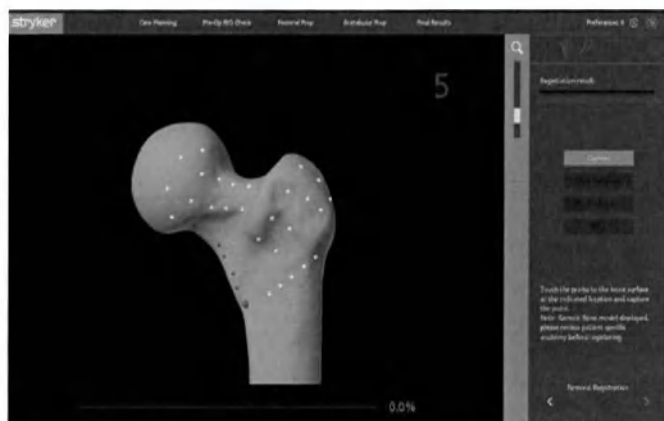
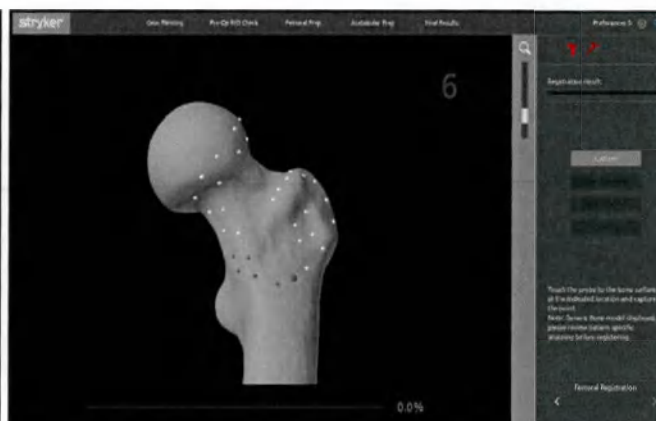

Рисунок 51. Схема регистрации бедренной кости для передне-латерального подхода
Рисунок 1. Схема регистрация бедренной кости для прямого anteriорного подхода
2. **Точная регистрация:** с помощью зонда прикоснитесь к поверхности кости в необходимых областях проксимального отдела бедренной кости, указанных в программном обеспечении (Рисунок 12, Рисунок 51 и Рисунок 1).